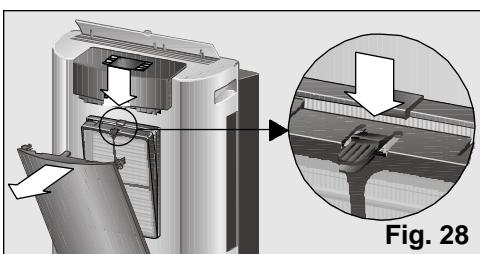

Fig. 28
Tous les modèles comportent un filtre d'air de base qu'il faut nettoyer au bout d'un certain temps, **Fig. 27**. Pour cela, il suffit d'appuyer sur le clip situé sur la partie supérieure et de le retirer, **Fig. 28**. Pour le laver, il suffit de le passer sous l'eau courante, de le sécher et de le remettre à sa place.
- Retirez le filtre de base de l'appareil, **Fig. 28**.